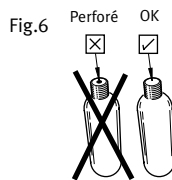

Fig. 6
2. Dévissez et retirez la cartouche de CO₂ du dispositif de gonflement et inspectez la petite extrémité. Si elle est perforée, remplacez la cartouche! (Fig. 6).
1. Dévissez et inspectez la cartouche de CO₂. Si elle a été utilisée ou si elle est endommagée, vous devez la jeter (Fig.6).